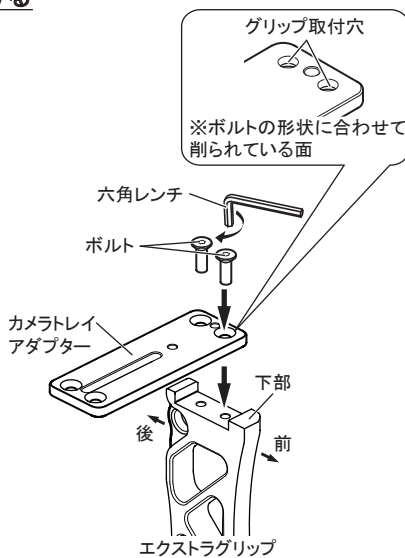

図1
**1 エクストラグリップの下部にカメラトレイアダプターをセットし、エクストラグリップに付属の六角レンチで付属のボルトを時計方向にまわして締める(図1)**